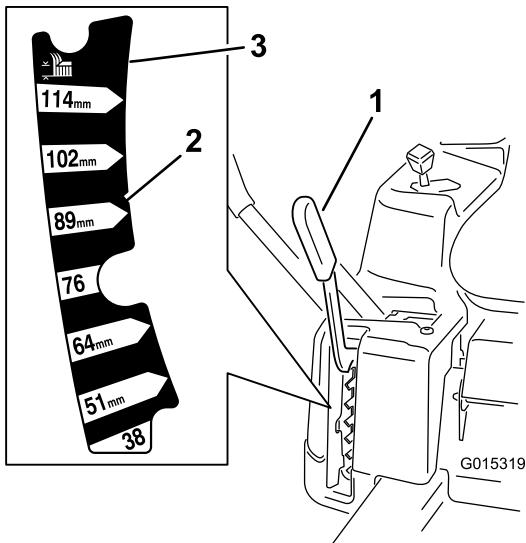

Figura 22
La altura de corte se controla con la palanca situada a la derecha del puesto del operador (Figura 22).
**Nota:** La posición de transporte es la posición de altura de corte más alta, 115 mm, según se muestra en Figura 22.